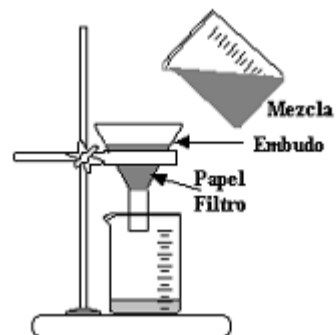

Figura 2
- Mezcle 10 mL de CuSO_4 0,1 M con 10 mL de NaOH 0,2 M en un vaso de precipitado de 100 mL, separe la mitad de la mezcla por filtración simple según figura 2.